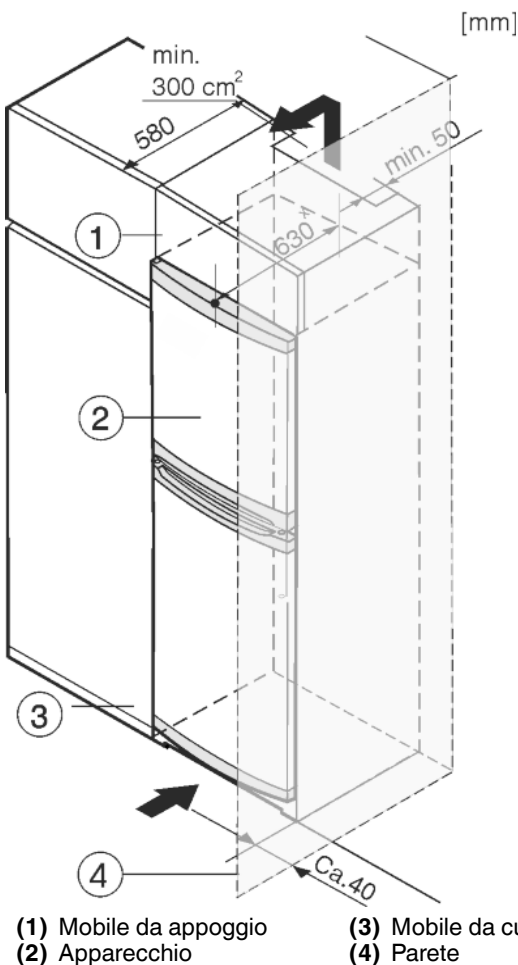

Fig. 7
L'apparecchio può essere incassato in mobili da cucina. Per adattare l'apparecchio Fig. 7 (2) all'altezza della cucina componibile, è possibile applicare sopra l'apparecchio un mobile da appoggio Fig. 7 (1).
Si la cocina posee armarios (profundidad máx. 580 mm), el aparato se puede colocar directamente junto al armario de cocina Fig. 7 (3). El aparato sobresale 34 mm \* por los lados y 50 mm \* en el centro del aparato respecto al frente del armario de cocina.
Se l'apparecchio con cerniere viene installato accanto ad una parete Fig. 7 (4), la distanza minima fra l'apparecchio e la parete deve essere almeno di 40 mm, che corrisponde alla sporgenza della maniglia con la porta aperta.